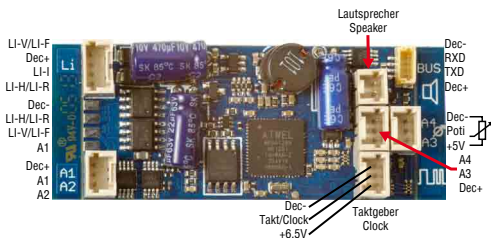

Abbildung 4: eMOTION Decoder Anschlüsse
Auf der Oberseite des eMOTION LS Sounddecoders (Abb. 4) sind sieben zusätzliche Anschlussbuchsen vorhanden.
- Für den Anschluss an die Funktionsausgänge empfehlen wir die verschiedenen MiniCT Anschlusskabel (8312001, 8312002, 8312003). Die Belegung können Sie Abbildung 4 entnehmen.